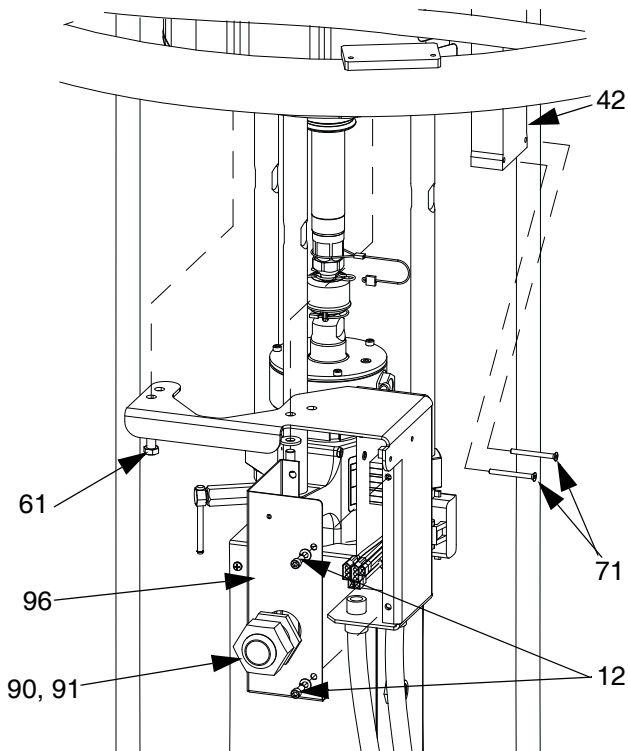

ABB. 35: Anschlusskasten von D200 und D200s entfernen
Für 55-Gallonen-Platte (D200- und D200s-Zufuhrsysteme): Anschlusskasten von Plattenstange entfernen. Mit zwei Schrauben (61) Anschlusskasten wieder am Luftmotor installieren. Siehe ABB. 35.